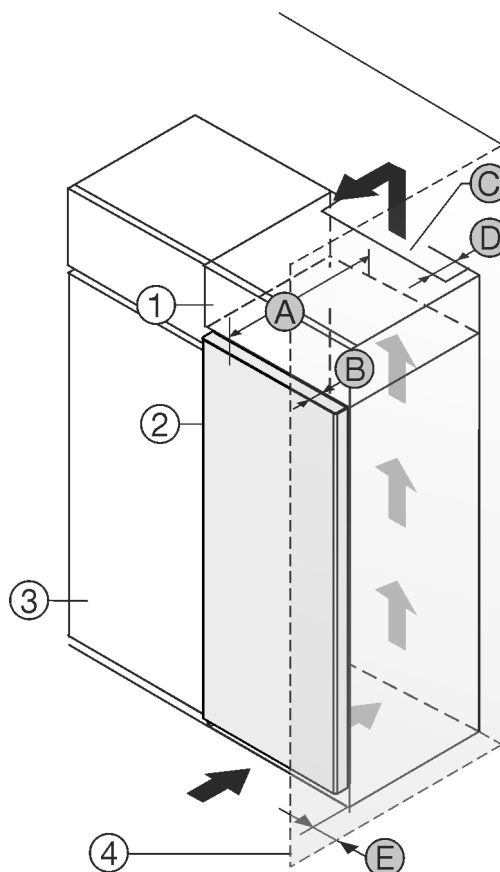

Fig. 1
- (1) Opbouwkast *
- (2) Apparaat *
- (3) Keukenkast *
- (4) Wand *
- (A) Diepte apparaat *
- (B) Diepte deur *
- (C) Ventilatie doorsnede *
- (D) Afstand achterzijde apparaat *
- (E) Afstand tot apparaatzijde *
U kunt het apparaat direct naast de keukenkast Fig. 1 (3) opstellen.*
Aan de achterzijde van de opzetkast moet een luchtafvoerkanaal met de diepte Fig. 1 (D) over de volledige breedte van de opzetkast aanwezig zijn.*
Onder het plafond moet de ventilatie doorsnede Fig. 1 (C) worden aangehouden.*
Als u het apparaat met de scharnieren naast een wand Fig. 1 (4) plaatst, moet de afstand tussen het apparaat en de wand minimaal 13 mm bedragen.*
Om de deuren volledig te kunnen openen, moet het apparaat overeenkomstig de deurdiepte Fig. 1 (B) ten opzichte van het keukenkastfront uitsteken. Afhankelijk van de diepte van de keukenkasten Fig. 1 (3) en het gebruik van de wandafstandshouders kan het apparaat verder uitsteken.*